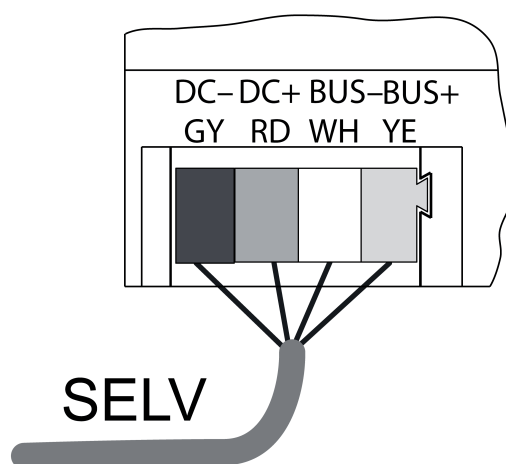

Figura 2: Esquema de conexión - cable de bus
- Conectar el aparato con cable de bus (figura 2) al módulo de recepción REG y al suministro de tensión (véanse las instrucciones Módulo de recepción REG y suministro de tensión).